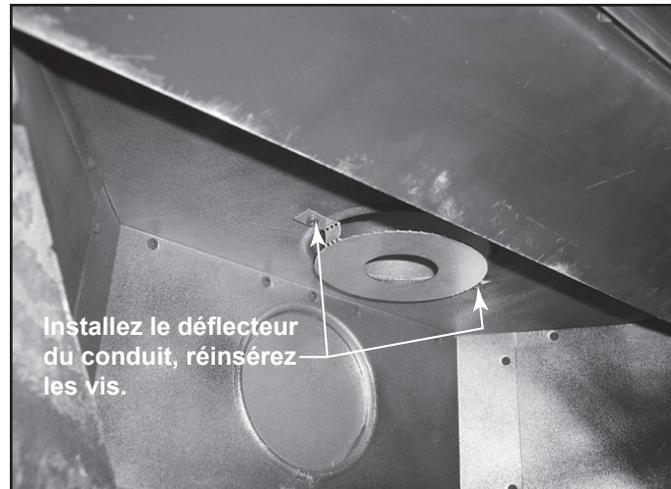

Figure 4.20 12 à 30 pieds de course verticale
- Le déflecteur du conduit sera pivoté pour s'installer en-dessous du niveau de la chambre de combustion pour des courses verticales d'évacuation de 12 à 30 pi. Voir la figure 4.20.